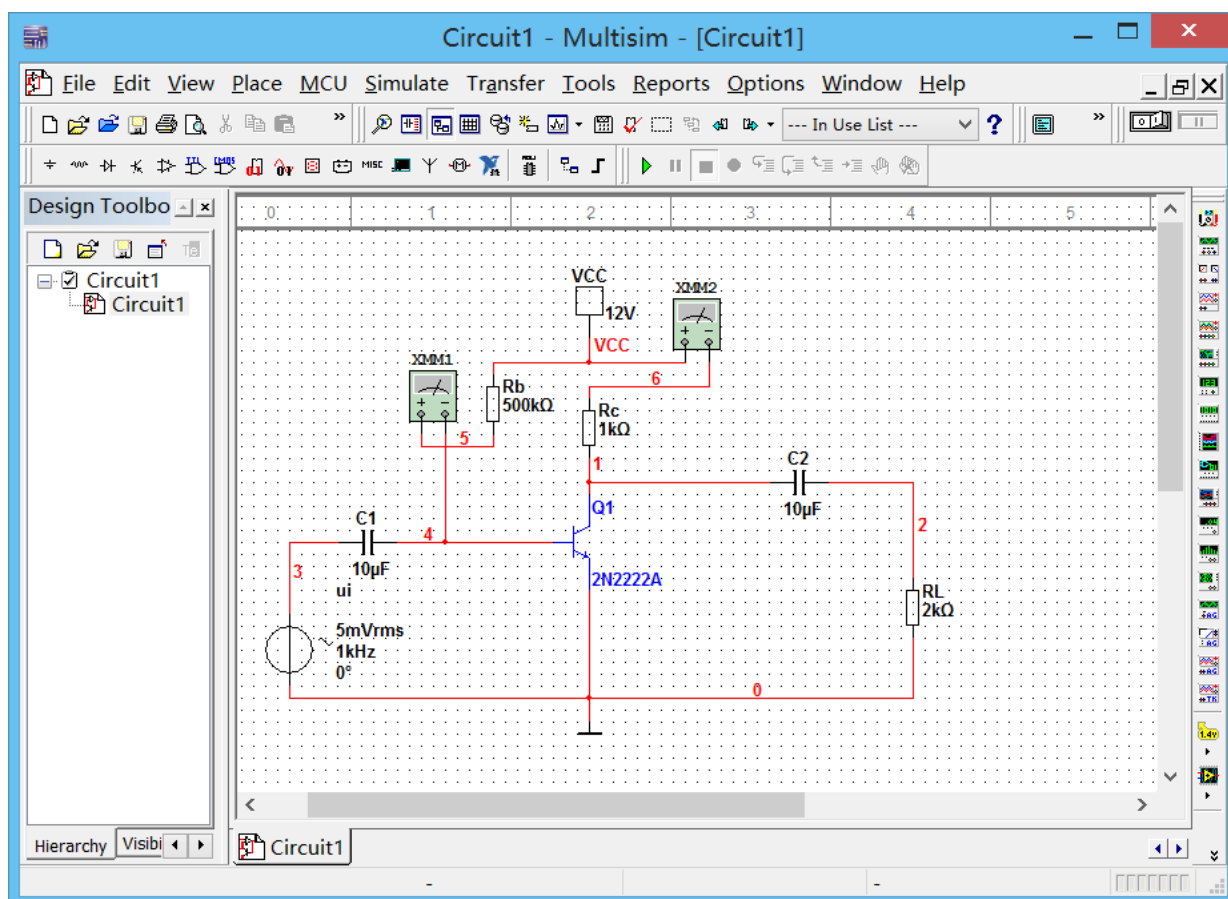

图 7.6 增加数字万用表
- 给仪表连线：删除电路中适当的连线，将 XMM1 串联到 R_b 所在支路中，将 XMM2 串联到 R_c 所在支路中，如图 7.6 所示。